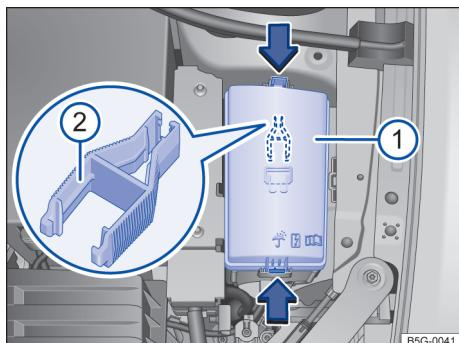

Fig. 140 No compartimento do motor: cobertura (1) da caixa de fusíveis com pinça de plástico (2).
- Pressionar as travas no sentido da seta → Fig. 140 (1), para destravar a cobertura da caixa de fusíveis.
No lado interno da cobertura da caixa de fusíveis no compartimento do motor pode haver uma pinça de plástico → Fig. 140 (2) para a retirada dos fusíveis.